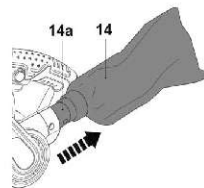

Bild 8
- För att lossa dammpåsen (14), håll i kopplingen (14a) och dra på den (bild 8).